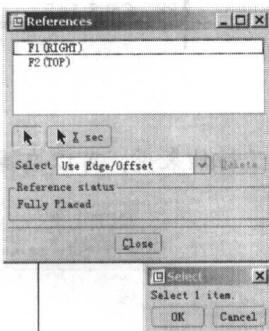

图 1-12
- (8) 单击 **Section** 对话框中的 **Sketch** 按钮，会出现 **References** 对话框，如图 1-12 所示。